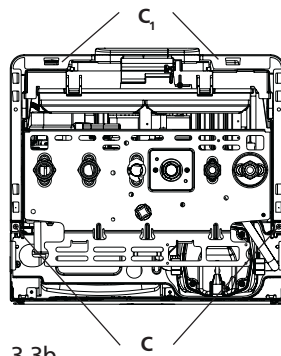

Fig. 3.3b
- togliere il mantello svitando le due viti di fissaggio (C) (fig. 3.3b)